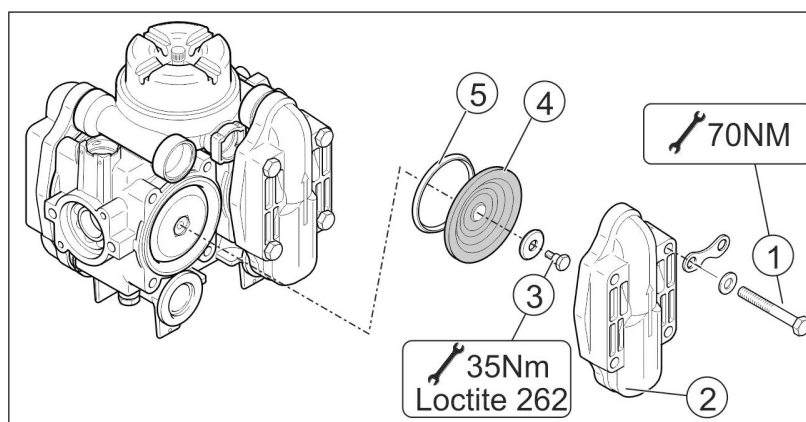

Fig. 192
2. Suflați vaporizatorul (Fig. 192/2) și radiatorul de apă caldă (Fig. 192/3) cu aer comprimat (maxim 5 bar).
3. Înlocuiți garniturile deteriorate (Fig. 192/1) de sub capac cu unele noi.